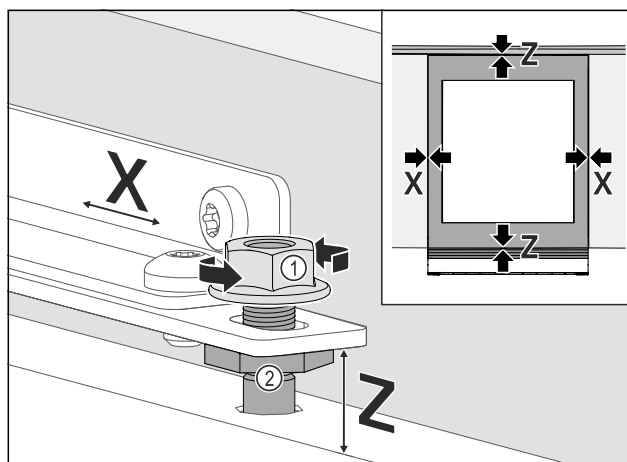

Fig. 46
- Bočno poravnajte vrata namještaja: Otpustite protumačicu Fig. 46 (1), pomaknite vrata namještaja u smjeru X.
- ▶ Pritegnite protumatricu Fig. 46 (1).
- ▶ Poravnajte vrata namještaja na visini Z i u bočnom nagibu: Namjestite svornjake za namještanje Fig. 46 (2).